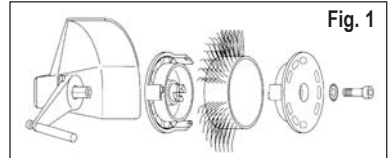
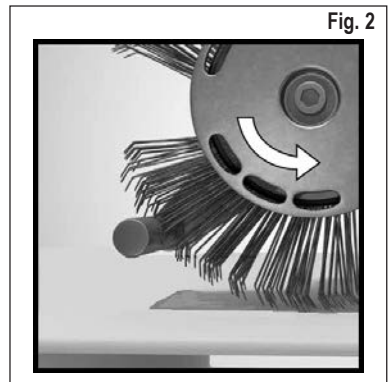

Fig. 1
Fig. 2
3. Couper l'alimentation d'air comprimé, puis fixer la Bande *Bristle Blaster®* de 23 mm resp. 11 mm de manière appropriée sur l'outil avec le Système Adaptateur correspondant (attention au sens de rotation) et la rondelle et la vis prévues à cet effet. Cf. fig. 1 et fig. 2
- Utilisez-vous une Bande Bristle Blaster® tournant dans le mauvais sens ? – Alignez la bande à brosse de manière à ce qu'elle tourne dans le sens prescrit (cf. chapitre 7, Mise en service, fig. 2).